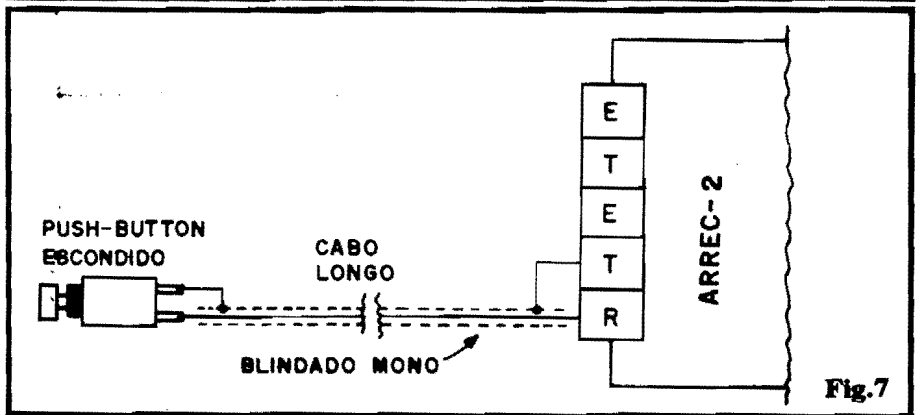

Fig.7
- FIG. 7 - INSTALAÇÃO OPCIONAL DO PUSH-BUTTON POR CABO BLINDADO MONO